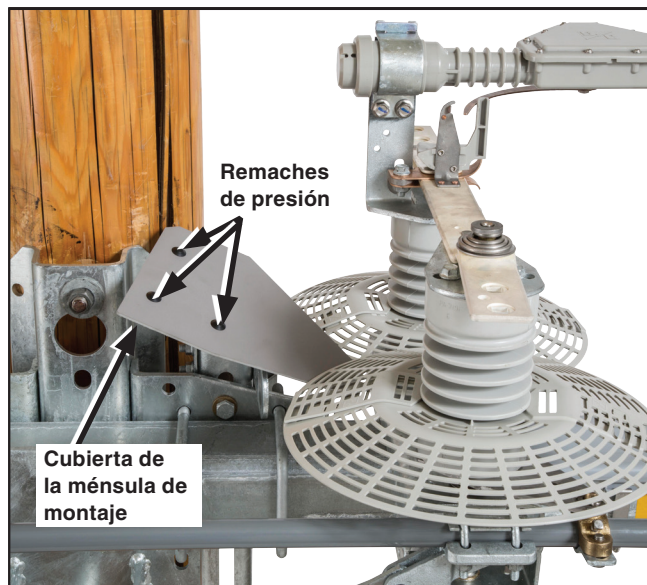

Figura 24. Cubierta de la ménsula para montaje en poste.
- (e) Después de instalar los discos antifauna, instale la cubierta de la ménsula para montaje en poste con los remaches que se proporcionan. Ver Figura 24.